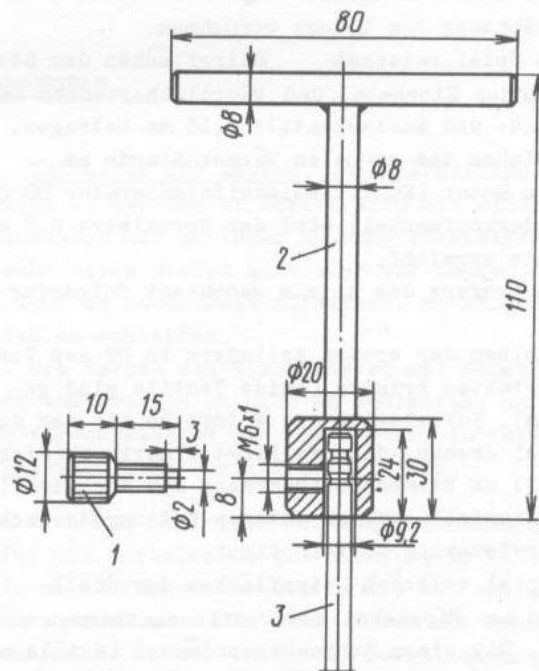

Bild 2-82. Einschleifvorrichtung für Ventilsitzkegel des Motors 331.10:
- auf Ventilschaft 3 (Bild 2-82) des einzuschleifenden Ventils eine Abdrückfeder stecken;